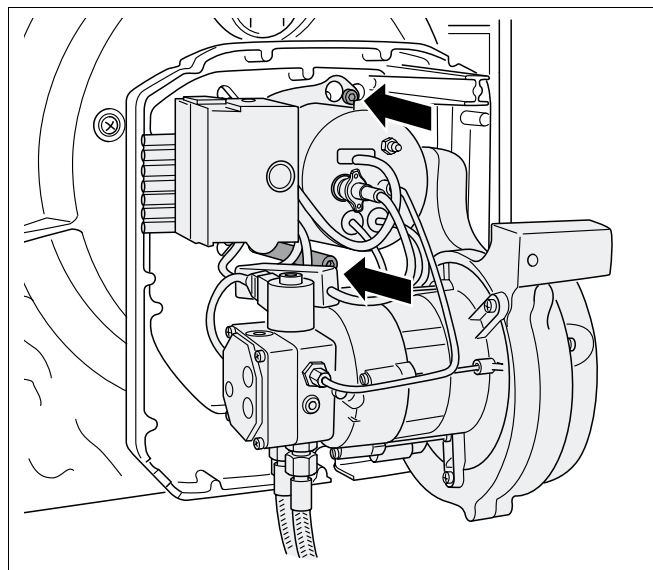

Fig. 24 Fixer le brûleur sur la paroi arrière
- Poser le brûleur sur les deux vis de la paroi arrière (fig. 24).